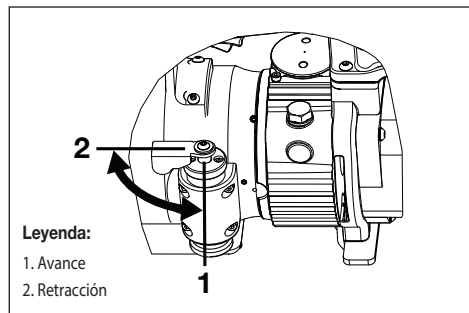

Figura 4, Posiciones de la palanca direccional
La palanca direccional está a la izquierda de la herramienta. La posición de la palanca determina la dirección de desplazamiento del pistón al accionar el cortacables. Véase Figura 4.
6. Asegúrese de que la palanca direccional esté en la posición de avance. Véase Figura 4.
9. Ponga la palanca direccional en la posición de retracción. Véase Figura 4.